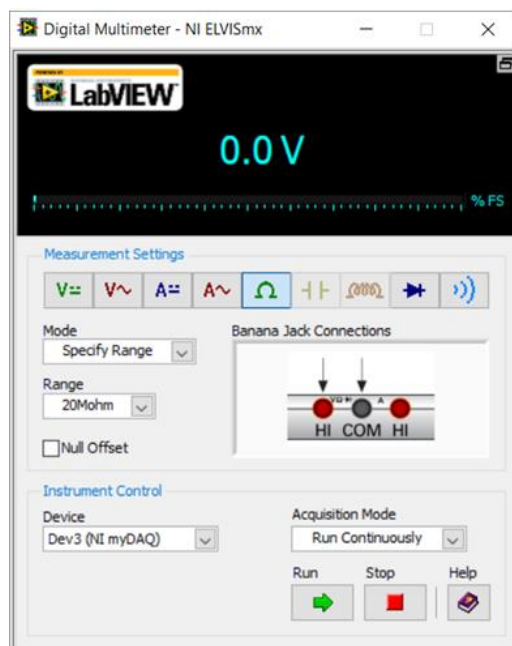

Figura 2. Menú del Multímetre Digital (DMM).
- Comença seleccionant la magnitud que vols mesurar. Podràs distingir-la fàcilment pel seu símbol. Com podem veure a la Figura 2, el mateix programa indica com hem de connectar la banana vermella i negra al MyDAQ per realitzar la mesura.